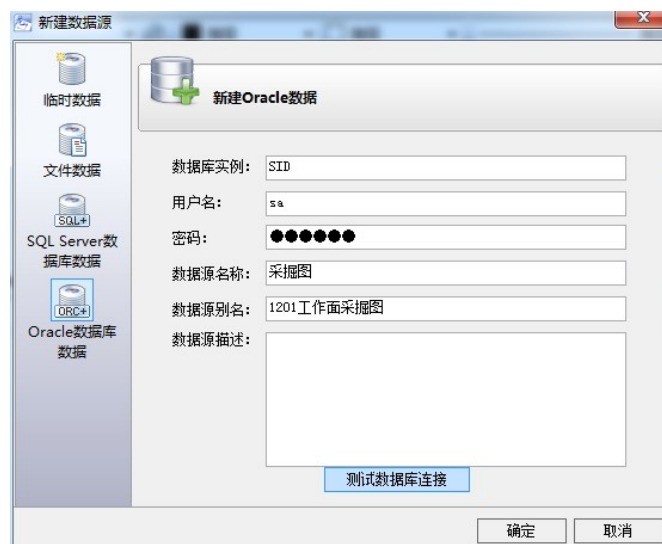

图 1-26 新建 Oracle 数据库数据
(4) 当选择【Oracle 数据库数据】时，如图 1-26 所示。根据对话框中提示分别数据库实例名称、数据库用户名、数据库密码、数据源名称、数据源别名及数据源描述，【测试数据库连接】成功后，点击
【确定】即可在绘图窗口中根据【数据源名称】创建新的文档，并自动保存在 Oracle 数据库数据中相应数据库实例（如图 1-26 中的“SID”）中。